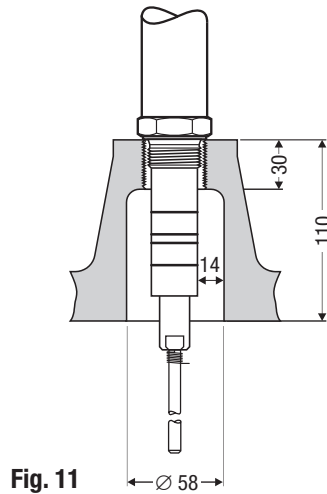

Fig. 11
- Bei Einbau der Niveauelektrode NRG 111-50 in einen Flanschstutzen DN 50 nur den GESTRA Hutflansch verwenden! **Fig. 11**
- Die elektrische Kriechstrecke von 14 mm zwischen Elektrode und Masse (Flansch, Behälterwand) darf nicht unterschritten werden! **Fig. 11, Fig. 15-21**